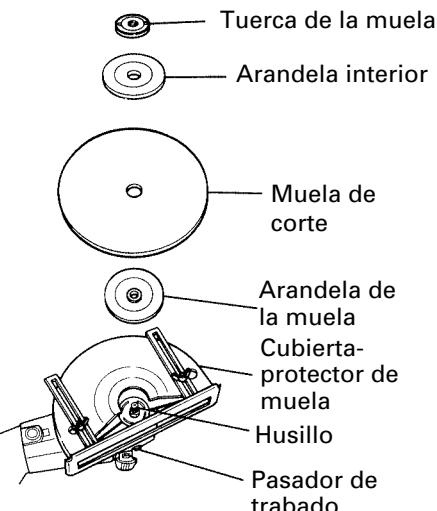

Fig. 2
(Ver la Fig. 2)
1. Montaje (Fig. 2 y 3)
- (1) Poner boca abajo la herramienta para que el husillo indique hacia arriba.
- (2) Montar la arandela de la muela en el husillo.
- (3) Colocar la protuberancia de la muela de corte en la arandela de la muela.
- (4) Poner la arandela interior en la muela de corte y atornillar la tuerca de la muela en el husillo.
- (5) Insertar el pasador de trabado para evitar que gire el husillo y apretar la tuerca de la muela con la llave de tuercas como se muestra en la Fig. 2.